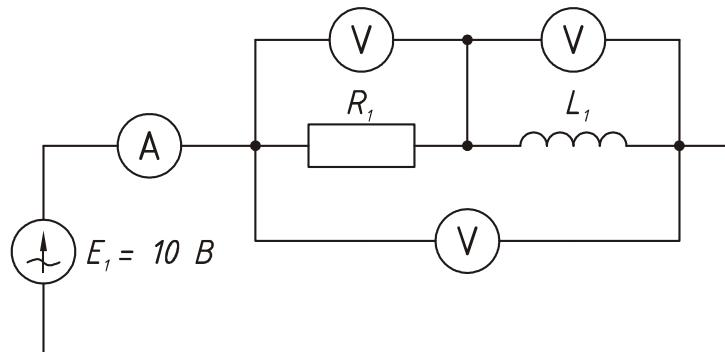

Рис.3.1.
2. Собрать схему в соответствии с рис. 3.1. Устанавливая индуктивность катушки в соответствии с таблицей 3.1 записать значения токов и напряжений с указательных приборов. ($R_1 = 100 \Omega$)